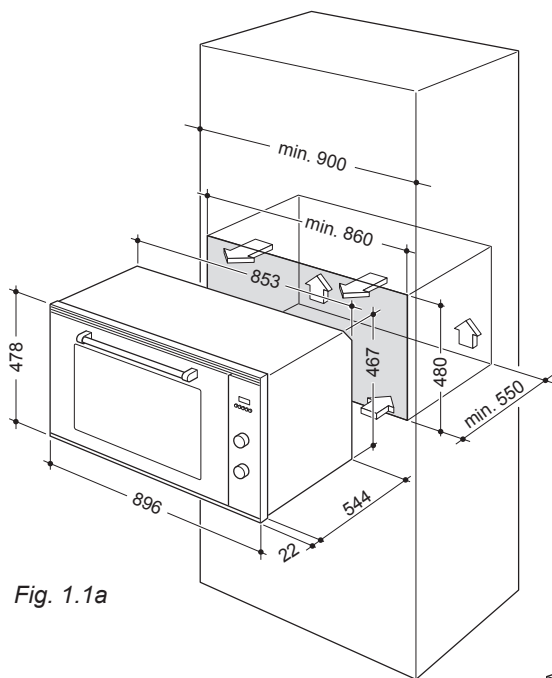

Fig. 1.1a
- Per l'installazione è necessario creare un vano come illustrato nelle figure 1.1a e 1.1b. La base del forno deve essere fatta appoggiare su dei supporti resistenti al peso.